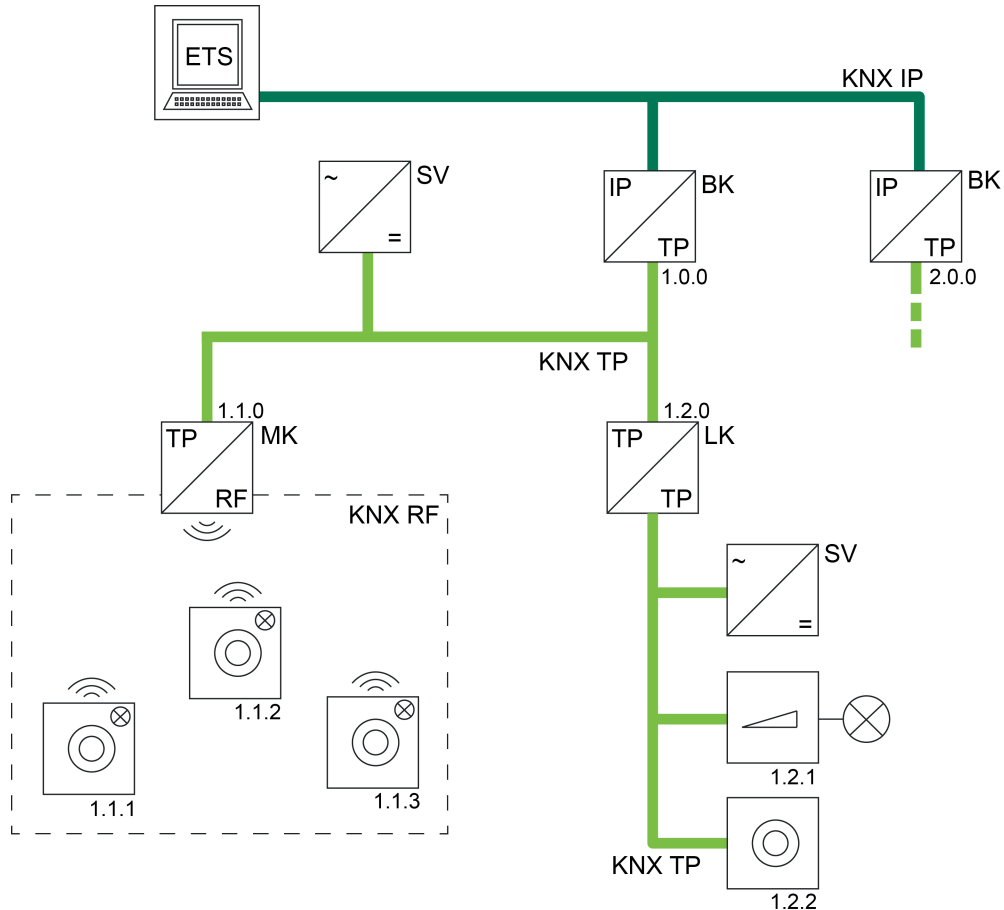

Bild 44: Beispiel einer möglichen KNX-Topologie mit einer KNX IP Verbindung der ETS (KNXnet/IP)
- Verwendung einer KNX IP Datenschnittstelle (KNXnet/IP) (Bild 44):